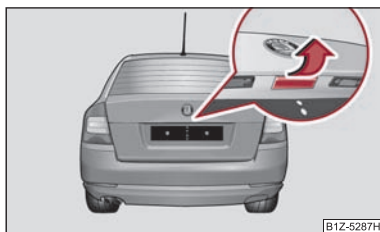

Fig. 28 Clapeta capacului portbagajului
- Apăsați asupra profilului de prindere ⇒ fig. 28 și ridicați simultan capacul portbagajului.